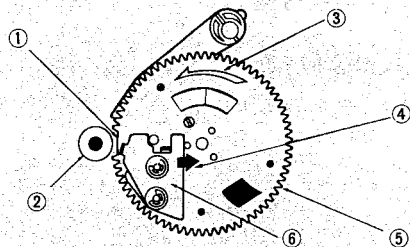

Fig. 8
2. Turn the drive gear so that its flat (non-toothed) portion faces the turntable shaft bearing, then push clutch gear inward. (Fig. 8)
2. Ruotare l'ingranaggio in modo che la parte piatta (non dentata) corrisponda con l'albero del piatto, quindi premere la frizione dell'ingranaggio in avanti (Fig. 8).
2. Tournez le mécanisme à la main jusqu'à ce que la partie plate (non dentée) se trouve en face du palier de l'axe du plateau, puis poussez le mécanisme de couplage vers la droite (fig. 8).
Textes de la fig. 8
2. Vrid kugghjulet så att dess icke tandade del kommer mitt emot skivtallrikens lager (se fig. 8)
2. Der Antrieb wird so gedreht, dass der flache (zahnlose) Abschnitt gegenüber dem Plattentellerlager zu liegen kommt, dann wird der Kupplungsmechanismus nach rechts gestossen. (Fig. 8)